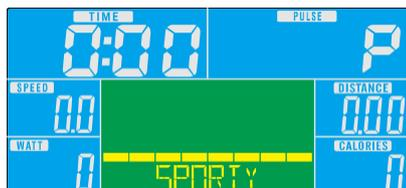
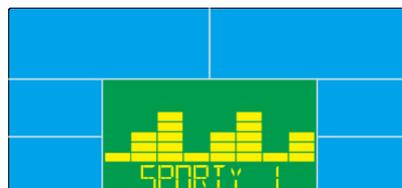

図 13
図 14
6. SPORTY を選択した場合(図 13)、どの状態でも、“スタート/ストップボタンを押してから、“リセット”を押して、メイン画面に戻る必要があります。MANUAL 画面が点滅している際に、アップ (+) ボタンを3回押し、“SPORTY”モードに入ります、モードボタンを押して、SPORTY の設定にします(図 14)、アップ (+) /ダウン (-) ボタンを押して SPORTY 1~4 を任意に選択し、モードボタンを押してモードを確認します、アップ (+) /ダウン (-) ボタンで時間設定或いは直接スタートボタンを押して運動を開始します。(運動中にアップ (+) /ダウン (-) ボタンを回して負荷段階を調整します (LOAD))。